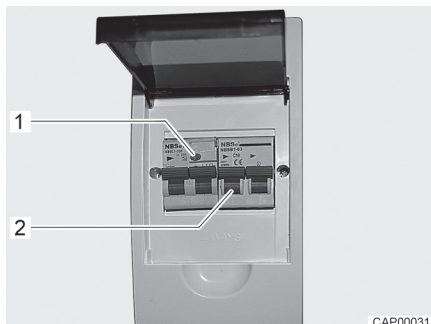

Fig. 56 Caja de fusibles de 230 V con interruptor de protección de línea e interruptor FI
Un interruptor de corriente de defecto (interruptor FI) en la caja de fusibles asegura el vehículo completo contra corriente de defecto (0,03 A). Un interruptor de protección de línea conectado en serie (10 A) (Fig. 56,2) asegura la red de a bordo de 230 V.
- Si el vehículo está conectado a la alimentación de 230 V, pulsar la tecla de prueba (Fig. 56,1). Se debe activar el interruptor de corriente de defecto.